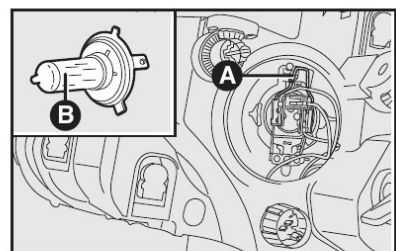

fig. 19
- Desligar o conector elétrico central e desenganchar a mola de fixação da lâmpada **A-fig. 19**, empurrando para baixo e deslocando-a lateralmente para a direita;
- Extrair a lâmpada **B-fig. 19** e substituí-la;